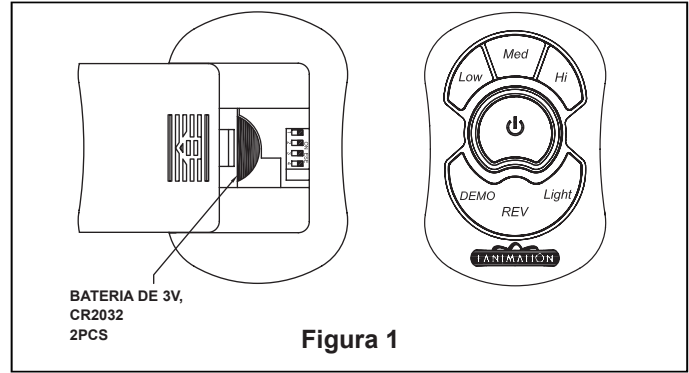

Figura 1
1. Funcionamiento y uso del Control remoto de mano (Figura 1):